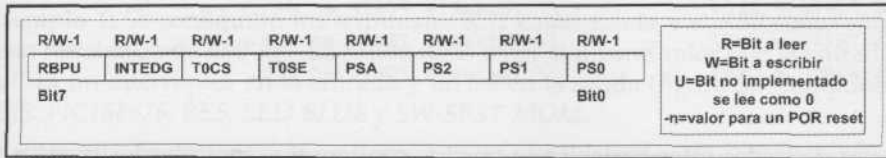

Figura 3. Registro OPTION_REG
- En el puerto B, los terminales tienen una resistencia de *pull-up* interna que se puede habilitar a través del bit *RBP* del registro *OPTION_REG* (81h, 181h). Si dicho bit es 1, todas las resistencias de *pull-up* estarán deshabilitadas, si es un 0 estarán habilitadas sólo en el caso de que el terminal funcione como entrada (figura 3).